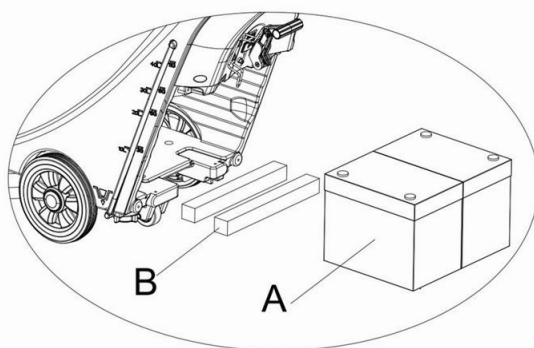

Figura 6
- 1) Per batterie di lunghezza inferiore ai 270mm, usare 2 pezzi di schede di fissaggio (B, **Figura 6**) e collocarle fianco a fianco dentro tra il serbatoio dell'acqua e la batteria;
- 2) Per batterie di lunghezza compresa tra 310mm-270mm, usare 1 pezzo delle schede di fissaggio (B, **Figura 6**) e posizionarlo tra serbatoio dell'acqua e la batteria;